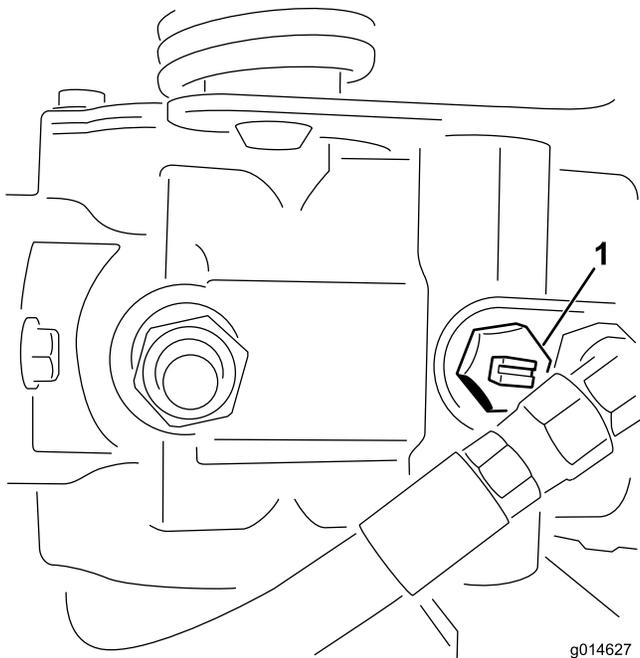

图39
1. 找到并旋转泵上的旁通阀，使槽处于垂直位置（图 39）。
2. 启动发动机之前、旋转旁通阀、使槽处于水平位置、这样就可以关闭旁通阀（图39）。旁通阀打开时，切勿启动发动机。